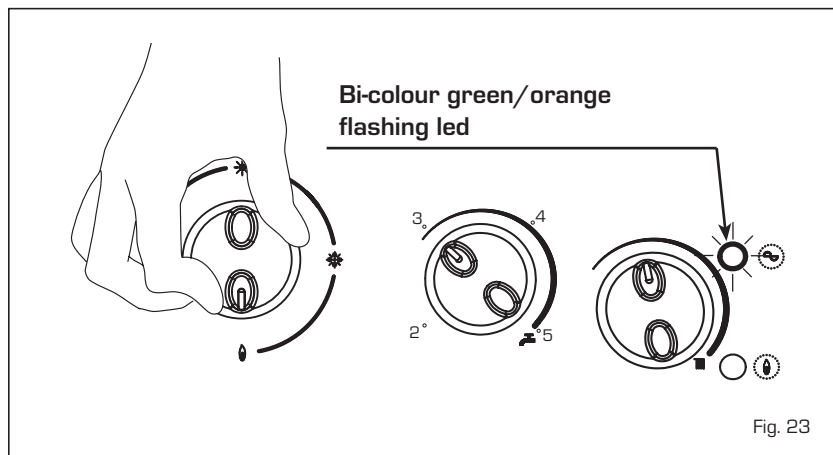

Fig. 23
4.11 CHIMNEY SWEEP FUNCTION (fig. 23)